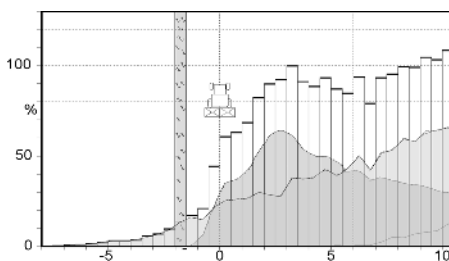
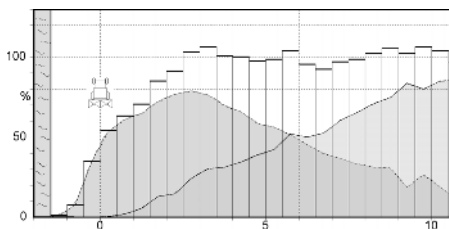

Рис. 13
Рис. 14
- закладывают технологические колеи с интервалом в 10 или 12 м (Рис. 13 и Рис. 14).
У OM 10-16 дальность распределения составляет ок. 36 м (см. Рис. 14). Таким образом, на 15 и 16 м получаются большие зоны перекрытия, выгодные для равномерного внесения удобрений. При 10 и 12 м ширине захвата такая большая дальность распределения может быть негативной, в особенности при использовании отражающего щитка для распределения на границах.
распределяют значительное количество удобрений (прибл. на 4,5 или 6,5 м) через границу (см. Рис. 13).
Поскольку согласно положению о внесении удобрений не разрешается раструсивать удобрения за границы поля, то соблюдение положения в вышеназванных случаях возможно при использовании ОМ 10-12 (см. Рис. 13).